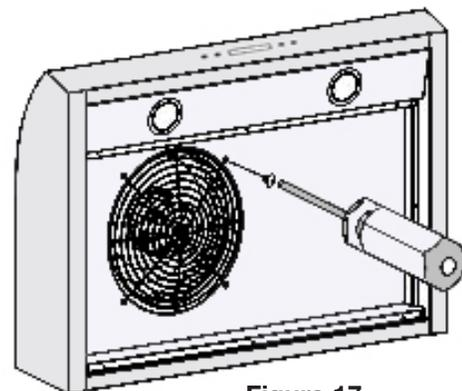

Figure 17
- Monter de nouveau la plaque, positionner le carter d'entrée d'air métallique sur la hotte à l'aide des quatre vis 4 × 8 mm (Figure 17).